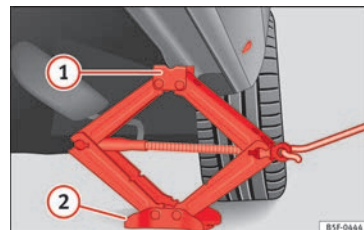

Fig. 69 Mise en place du cric.
- Tournez la manivelle du cric*, placé sous le point d'appui du bas de caisse, pour le lever jusqu'à ce que l'ergot **①** » » **fig. 69** se trouve sous le logement en plastique prévu à cet effet.
- Alignez le cric* de sorte que l'ergot **①** « s'encastre » dans le logement en plastique prévu à cet effet sur le bas de caisse et que la plaque de base mobile **②** repose sur le sol. La plaque de base **②** doit tomber à la verticale par rapport au point d'appui **①**. » »